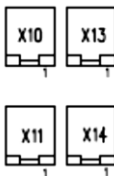

Abb. 32
6. Wählen Sie die zwei freien Anschlüsse auf der Platine zum Anschluss der neuen Batterien (X10 und X13 oder X11 und X14, Abb. 32).